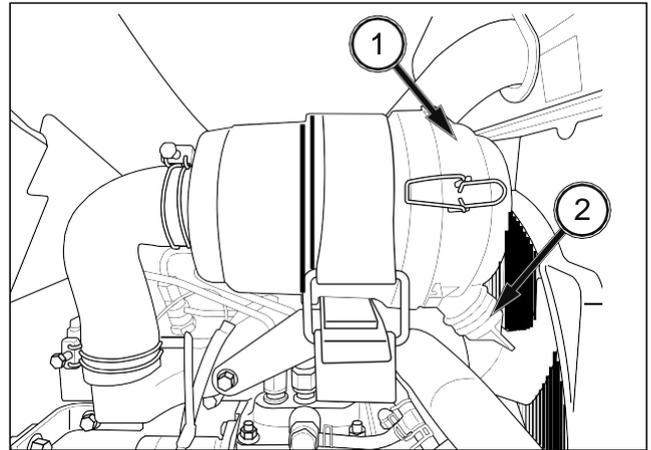

FIG. 5-16
FIG. 5-16 y 5-17: Levante el capó del motor para acceder al filtro de aire (1). El filtro de aire contiene un cartucho exterior de papel seco para filtrar las partículas de polvo de la admisión de aire. El eyector de polvo (2) recupera la acumulación de polvo que cae del cartucho exterior.